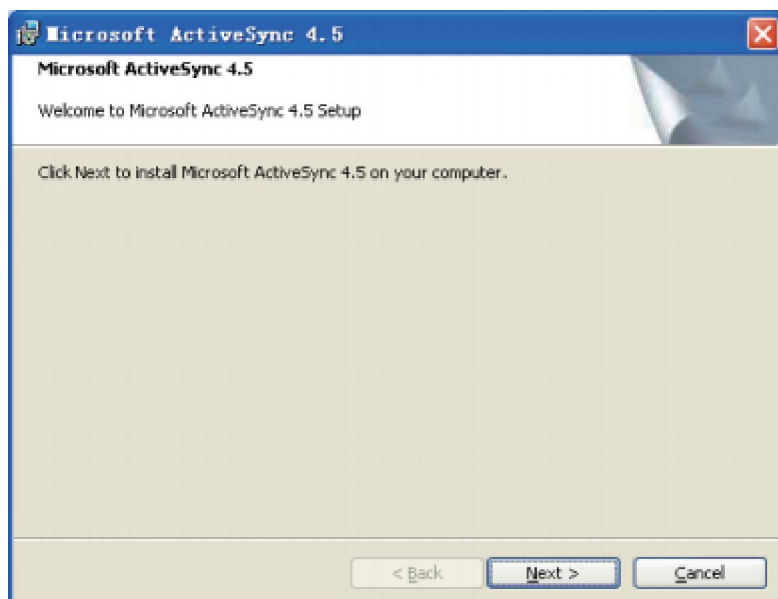

图 5.1.1
2、在图 5.1.1 中点击 “ Next ” 按钮，进入图 5.1.2 界面